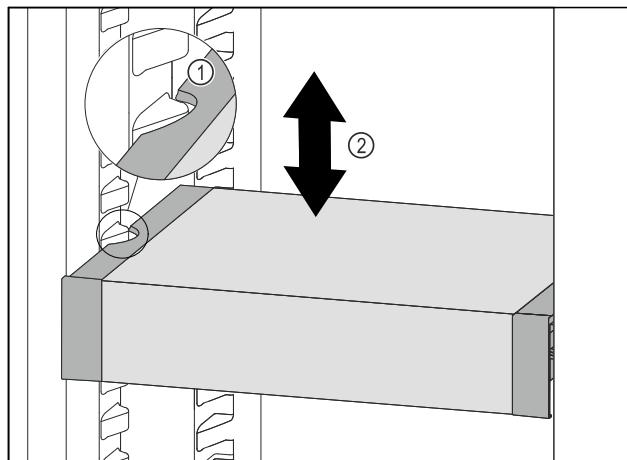

Fig. 116
- VarioSafe ťahajte dopredu, dokým sa bočné vybrania VarioSafe nebudú nachádzať vo výške rebra nádoby v chladničke. Fig. 116 (1)
- VarioSafe v chladničke presúvajte nahor alebo nadol, dokým sa dosiahne požadovaná výška. Fig. 116 (2)